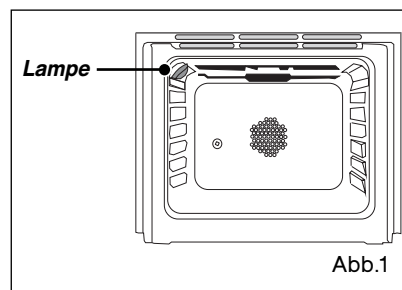

Abb.1
**Im Innenraum des Ofens (Abb.1).**